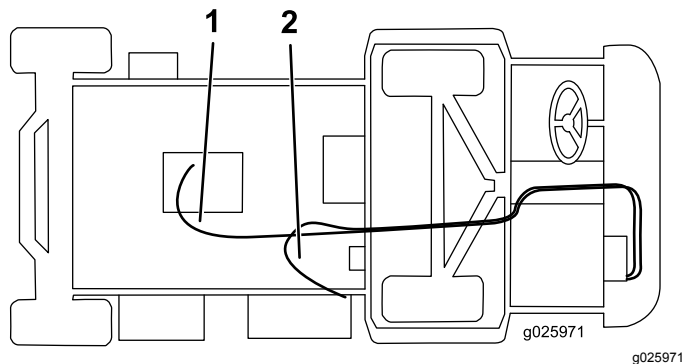

Figura 11
6. Collegate il flessibile lungo alla valvola del riscaldatore con una fascetta stringitubo e posatelo sotto la macchina, sull'asse, quindi collegate al raccordo diritto (Figura 11).
7. Collegate il flessibile più corto al tubo di riempimento a T bianco con una fascetta stringitubo, posatelo attraverso il serratubi a R sulla staffa del riscaldatore e collegatelo al raccordo a T nel flessibile del radiatore inferiore con una fascetta stringitubo (Figura 11).